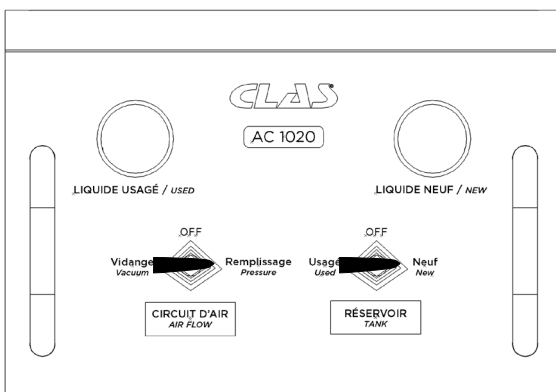

Fig. 16
- Ouvrez la vanne d'arrivée d'air, puis positionnez la vanne RESERVOIR soit sur " LIQUIDE NEUF " et la vanne CIRCUIT D'AIR sur " REMPLISSAGE " (Fig 16).